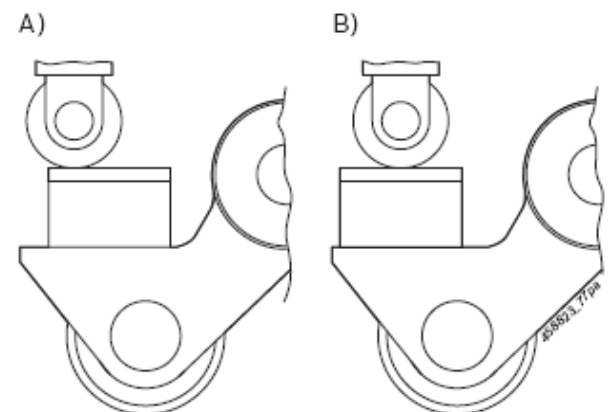

Рис. 46. Встроенное положение подъемной пластины:
- Установите подъемную пластину для модуля насоса (UP) с роликовым толкателем на балансир нажимным диском вверх и закрепите при помощи двух винтов с внутренним шестигранником (M 5x25) и пружинных шайб. При этом устанавливайте подъемную пластину таким образом, чтобы при монтаже испытываемого образца роликовый толкатель лежал на нажимном диске по возможности наиболее точно по центру (см. рис. 46).